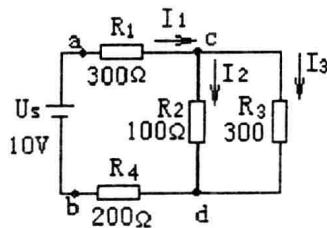

图 1-1-4
按图 1-1-4 连接电路，使直流稳压电源的值从 0 逐渐增加到 10V，用直流电压表测量各电阻上的电压，填入表 1-1-1 中。由电路图计算各电阻上的电压，并以计算值为标准值，计算相对误差。
用直流电流表测量图 1-1-4 所示电路各电阻上的电流  $I_1$ 、 $I_2$ 、 $I_3$ ，填入表 1-1-2 中。
用万用表欧姆挡测量图 1-1-4 电路中的  $R_{ab}$ 、 $R_{bc}$ 、 $R_{cd}$  和  $R_{ad}$ ，并与计算值比较，数
4. 测量图 1-1-4 中的电阻时，为什么去掉 10V 电源？